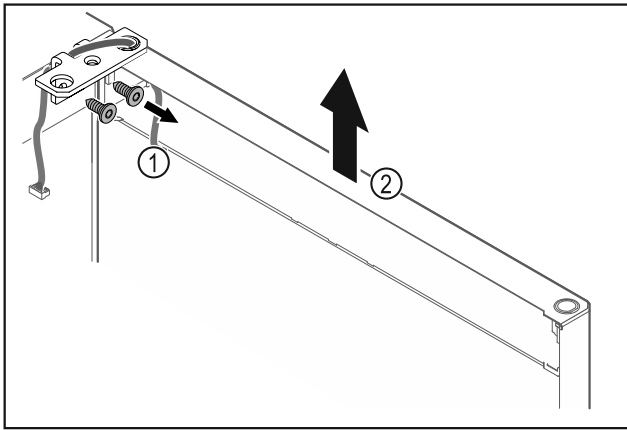

Fig. 23
- ▶ Atsukite šarnyrinį kamputį Fig. 23 (1).
- ▶ Duris, įsk. šarnyrinį kamputį Fig. 23 (2), pakelkite maždaug 200 mm tiesiai į viršų ir nuimkite.